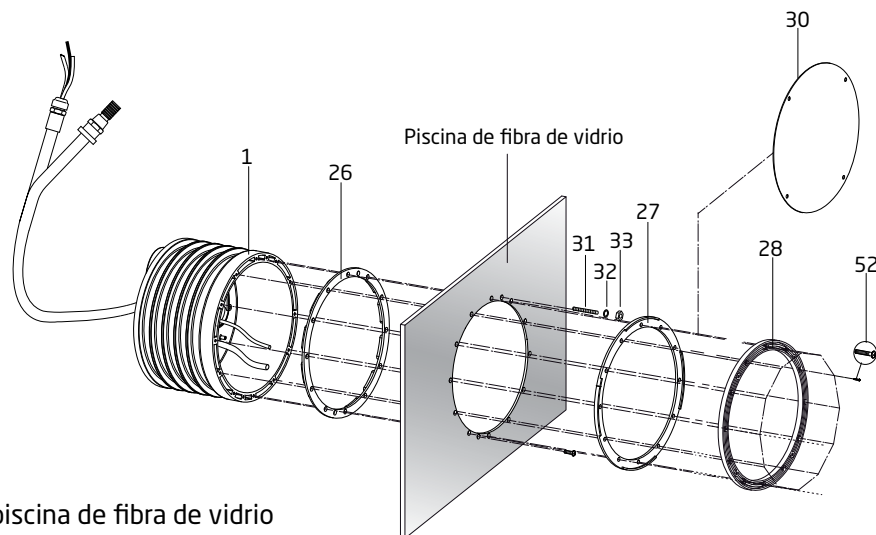

Figura 12
2. Use el modelo mostrado en la figura 12, marque y taladre catorce (14) orificios M8 a través de la pared de la piscina.